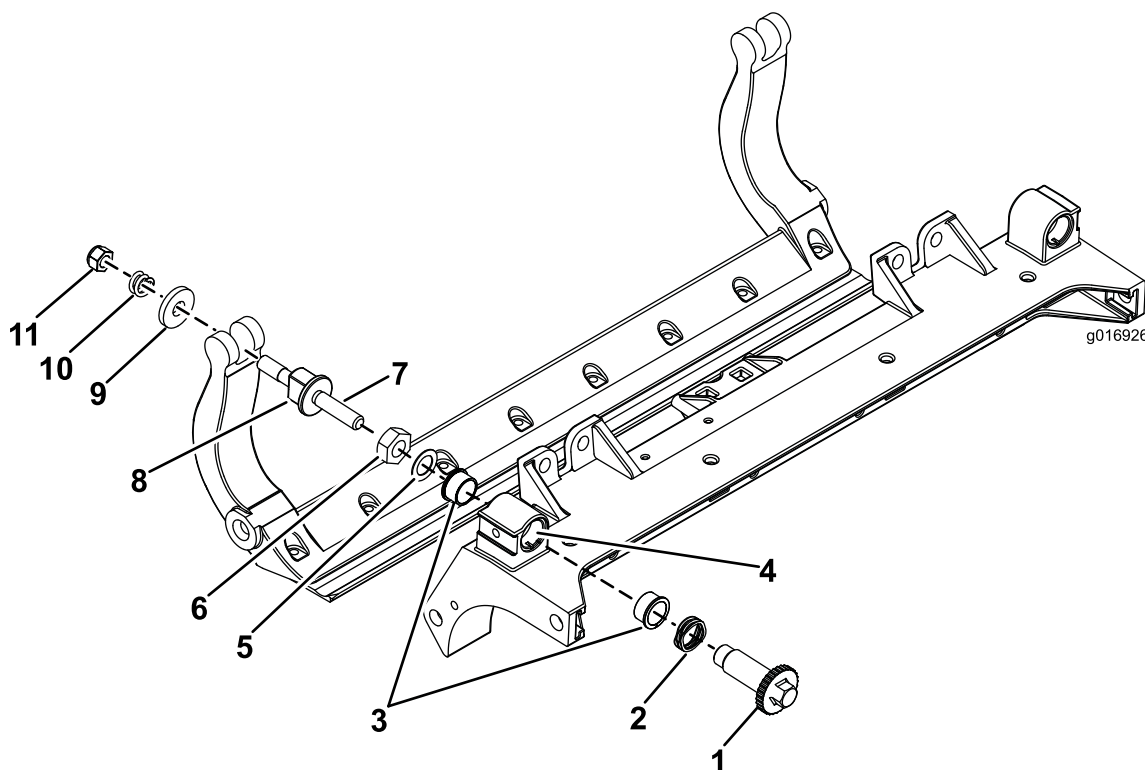

Bild 31
- Entfernen Sie alle Teile (siehe *Installationanleitung* für das HD-DPA-Kit Modellnr. 120–7230 und auch Bild 31).
- Tragen Sie ein Mittel zur Vermeidung des Festfressens innen im Büchsenbereich am mittleren Mähwerkrahmen auf (Bild 31).
- Fluchten Sie die Keile an den Flanschbüchsen mit den Schlitten im Rahmen aus und setzen Sie die Büchsen ein (Bild 31).
- Legen Sie eine Wellenscheibe auf die Einstellerwelle und schieben Sie die Welle auf die Flanschbüchsen im Mähwerkrahmen (Bild 31).
- Befestigen Sie die Einstellerwelle mit einer Flachscheibe und einer Sicherungsmutter (Bild 31). Ziehen Sie die Sicherungsmutter mit 20-27 Nm.
11. Legen Sie eine Stahlscheibe außen auf jede Nylonscheibe (Bild 31).
Hinweis: Die Scheiben innen können einen Abstand aufweisen (Bild 31).
ist, lösen Sie die Mutter dann um eine halbe Umdrehung (Bild 31).